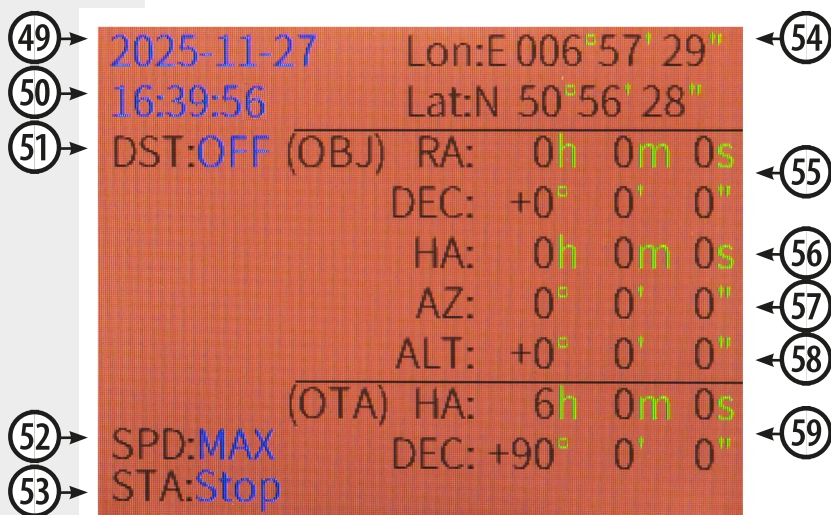

Fig. 22: displayweergave van de handbox
11.2. DISPLAYWEERGAVE (FIG. 22)
- (49) Datum
- (50) Tijd
- (51) Zomertijd aan/uit
- (52) Volgsnelheid
- (53) Volgen aan/uit
- (54) Locatiecoördinaten
- (55) Objectcoördinaten
- (56) Uurhoek
- (57) Azimutcoördinaten
- (58) Altitudecoördinaten